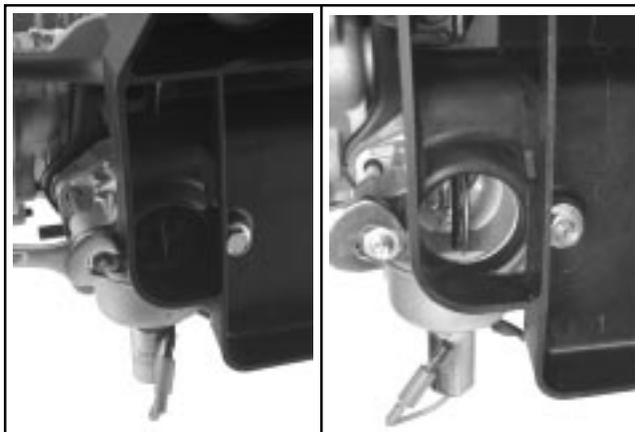

Figure 8-9. Dépose des fixations de la base du filtre à air.
3. Retirer les deux écrous hexagonaux ou l'écrou et la longue vis de montage à la base du filtre à air. Voir la Figure 8-9.